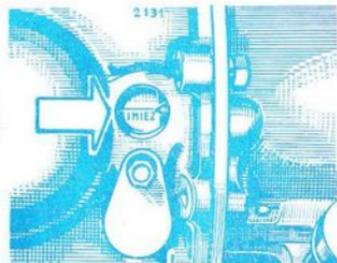

FIG. 37. — Repère sur le volant, indiquant le début d'injection.
- 9° Dans ces conditions, contrôler si le repère « INIEZ » gravé sur le volant, coïncide avec l'index fixe (fig. 37).